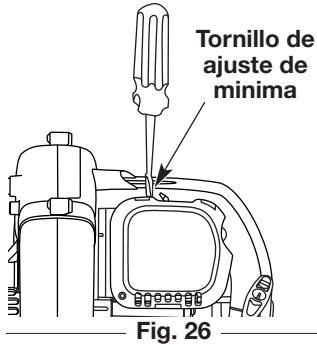

Fig. 26
La velocidad mínima del motor puede ser ajustada. Puede tener acceso al tornillo de ajuste de mínima a través de un orificio en la parte superior de la cubierta del motor (Fig. 26).
- Suelte el gatillo del regulador y deje que el motor funcione en mínima. Si el motor se para, inserte un destornillador Phillips pequeño en el orificio de la cubierta del motor (Fig. 26). Gire el tornillo de mínima hacia adentro, en sentido horario, de $1/8$ de vuelta por vez (según sea necesario) hasta que el motor funcione en mínima suavemente.